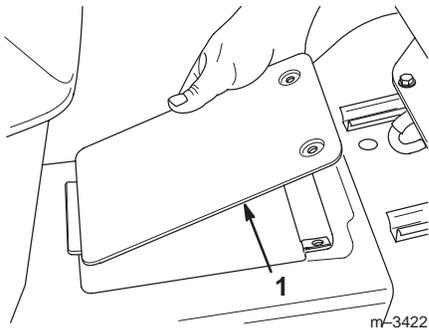

Bild 33
- Öffnen Sie die Wartungsabdeckung an der Antriebswelle des Zugmaschinentunnels in der Nähe des Sitzes, indem Sie die beiden Befestigungsschrauben entfernen. Heben Sie die Abdeckung dann an (Bild 33).